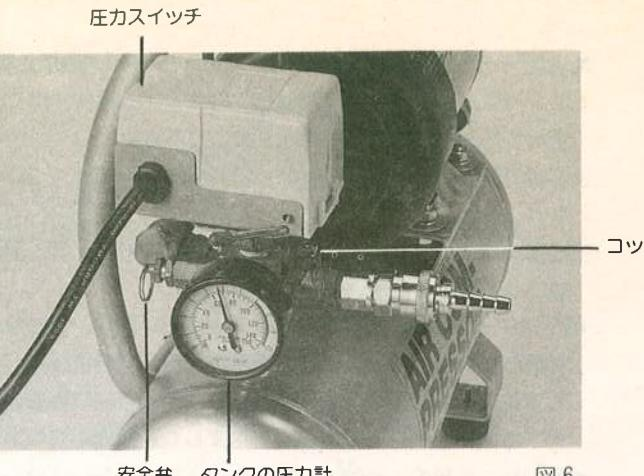

図6
- カプラの手前にコックがついています。出荷時はコックを閉めてありますのでご使用時には開いてご使用下さい。(図6参照)